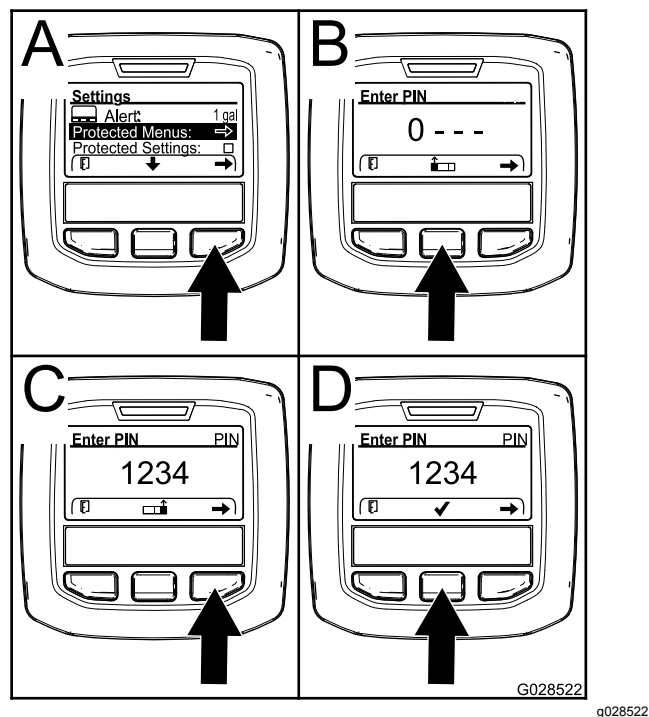

Bild 24
3. Drücken Sie die rechte Auswahl Taste, um „Geschützte Menüs“ auszuwählen (A in Bild 24).
- Drücken Sie die mittlere Auswahl Taste (B in Bild 24), um den numerischen Wert zu erhöhen (0 bis 9).
- Drücken Sie die rechte Auswahl Taste (C in Bild 24), um den Cursor auf die nächste numerische Stelle nach rechts zu verschieben.
- Hinweis:** Das Häkchen-Symbol wird über der mittleren Auswahl Taste angezeigt (D in Bild 24).
6. Drücken Sie die mittlere Auswahl Taste (D in Bild 24), um das Kennwort einzugeben.